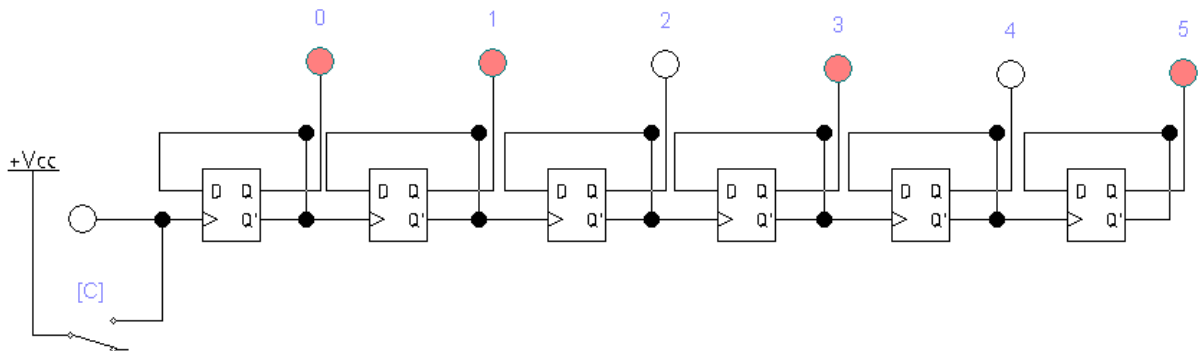

Fig. 1. Schema electrică a contorului binar de ordinul șase al numărării directe (regim static).
1.1. Construiți schema contorului binar de ordinul șase cu numărare directă prezentată în Fig. 1.